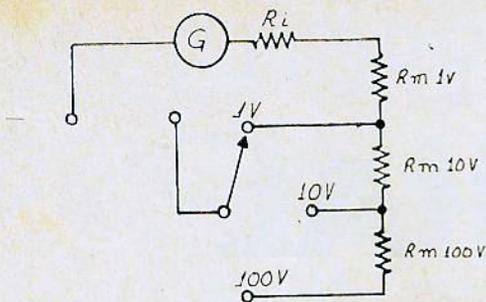

Figura 6
b) Resistores em série (figura 6)